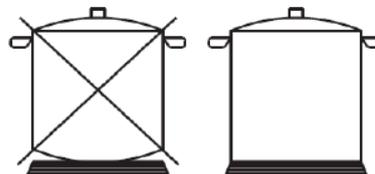

Abb. 9
- Utilice una bandeja de fondo plano del tamaño adecuado para cada quemador (consulte la tabla a continuación y la Fig. 9). Cuando el contenido de la sartén comience a hervir, gire la perilla hacia la llama más pequeña. Siempre use una tapa para la sartén.